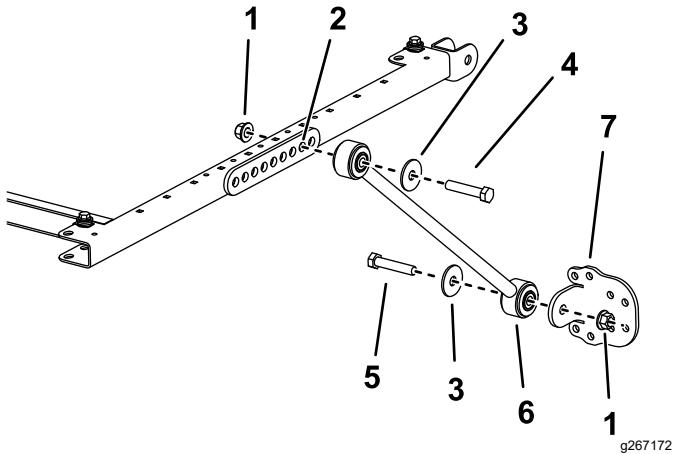

Рисунок 5
- С каждой стороны рамы солнцезащитного навеса прикрепите, не затягивая, подпорку ко второму отверстию кронштейна подпорки с помощью болта ($\frac{1}{2} \times 2\frac{3}{4}$ дюйма), шайбы ($\frac{1}{2}$ дюйма) и фланцевой гайки ($\frac{1}{2}$ дюйма), как показано на рис. Рисунок 5.
- Прикрепите, не затягивая, кронштейн подпорки к каждой подпорке с помощью болта ($\frac{1}{2} \times 2\frac{3}{4}$ дюйма), шайбы ($\frac{1}{2}$ дюйма) и фланцевой гайки ($\frac{1}{2}$ дюйма), как показано на Рисунок 5.